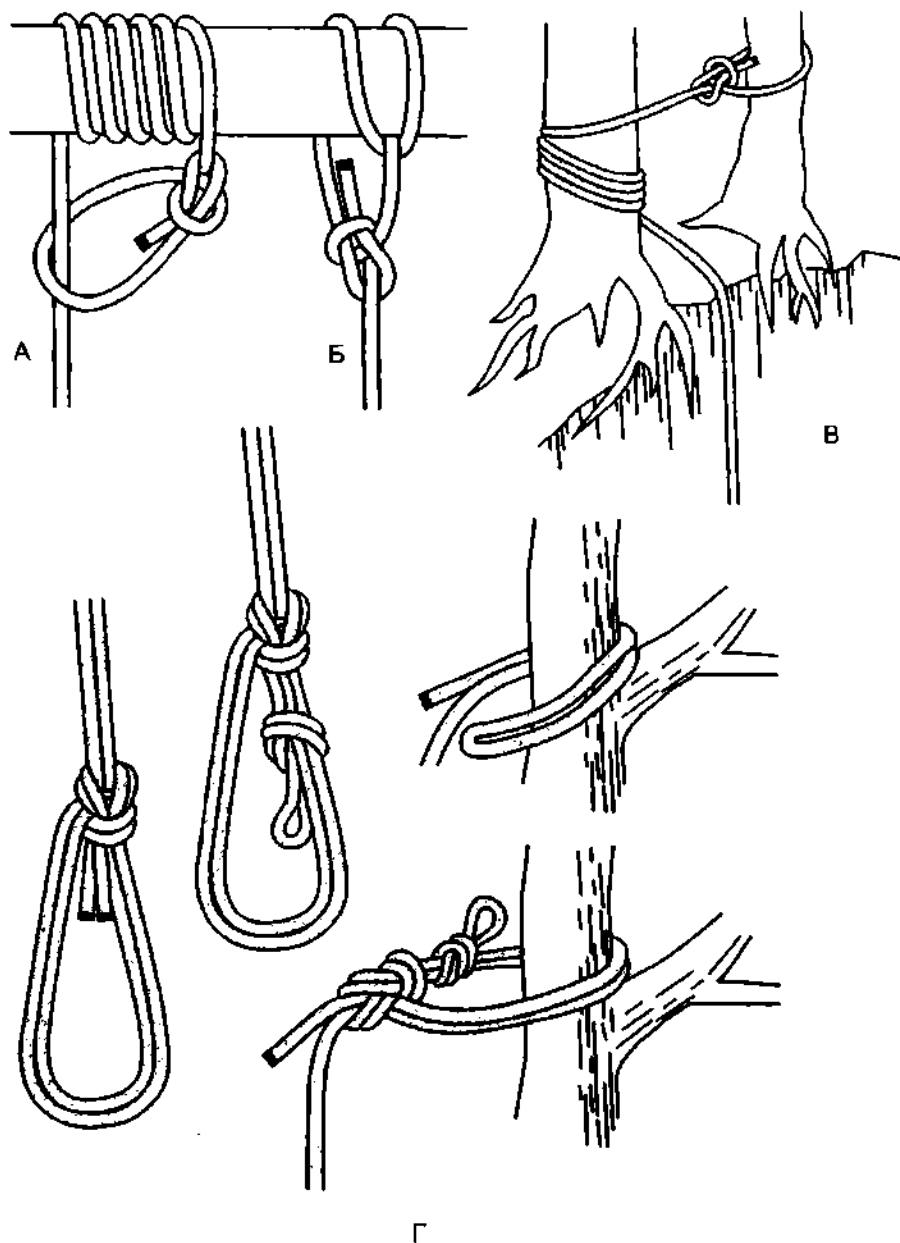

Рис. 289. Варианты привязывания верёвки к опоре *булином*.
**Беседочный узел** применяется как незатягивающаяся петля, для связывания концов верёвки, для крепления различных предметов к верёвке или крепления верёвки за разнообразные опоры. Альпинисты среди прочих петель и узлов для крепления верёвки к опоре чаще всего используют именно **булинь** (рис. 289). С помощью **булиня** очень удобно крепить верёвку к опоре большого диаметра – большие глыбы, очень толстые деревья и т. п. Для надёжности, вместо одного обноса вокруг опоры можно сделать два или большее их количество.
**Булинь** обычно применяется как спасательный узел, так как с помощью него можно обвязать верёвку вокруг себя даже одной рукой и очень быстро – за считанные секунды. Петля должна быть затянута вокруг груди как можно туже и поднята под самые подмышки – только в таком виде она сможет помочь при спасении и не причинить человеку вреда. **Беседочный узел**, связанный сдвоенным тросом, чаще других используется для привязывания верёвки к скальным проушинам и деревьям. Такой удвоенный **булинь** намного прочнее обычного, так как предохраняет рабочую петлю от перетирания, радиус кривизны изгибов в узле увеличивается и от этого уменьшается деформация верёвки (рис. 289 Г). **Булинь** является отличнейшим узлом для привязывания лошадей и других животных, так как он очень быстро вяжется. **Беседочный узел** нередко используют и рыбаки.